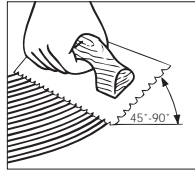

Figura 7
- Sostenga la llana a un ángulo mínimo de 45° (Figura 7) firmemente contra la base para obtener un índice de distribución de 40–60 pies cuadrados (4–5.5 metros cuadrados) por galón. La llana deja resaltes de adhesivo y muy poco adhesivo entre los resaltes. Esto aún le permitirá ver los cordeles entizados entre los resaltes y obtener el índice de distribución recomendado.